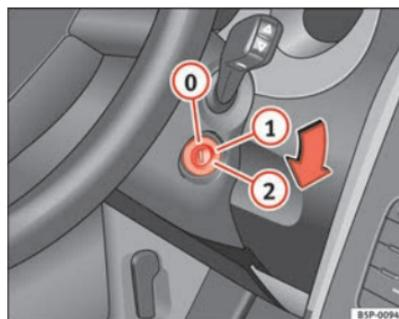

Fig. 136 Positions de la clé de contact
Dans cette position => fig. 136 l'allumage et le moteur sont déconnectés, ce qui peut bloquer la direction.
- Amenez la clé de contact en position ⇒ page 178, fig. 136 . Le témoin  s'allumera en cas de préchauffage du moteur.
- Amenez la clé de contact en position ⇒ page 178, fig. 136  ▶